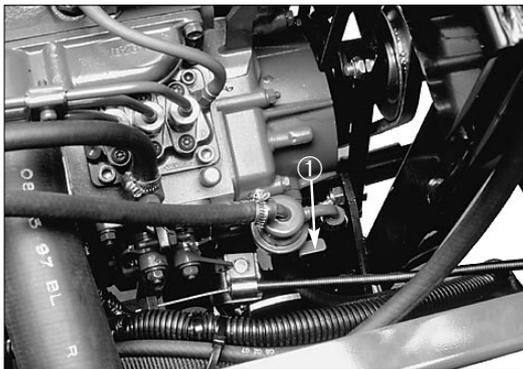

Bild 16
3. Betätigen Sie den Hebel an der Kraftstoffpumpe (Bild 16), bis ein blasenfreier Kraftstoffstrom aus der Schraubenöffnung ausströmt. Ziehen Sie die Entlüftungsschraube wieder fest an.
5. Betätigen Sie den Hebel an der Kraftstoffpumpe (Bild 16), bis ein blasenfreier Kraftstoffstrom aus der Schraubenöffnung ausströmt. Ziehen Sie die Entlüftungsschraube wieder fest an.